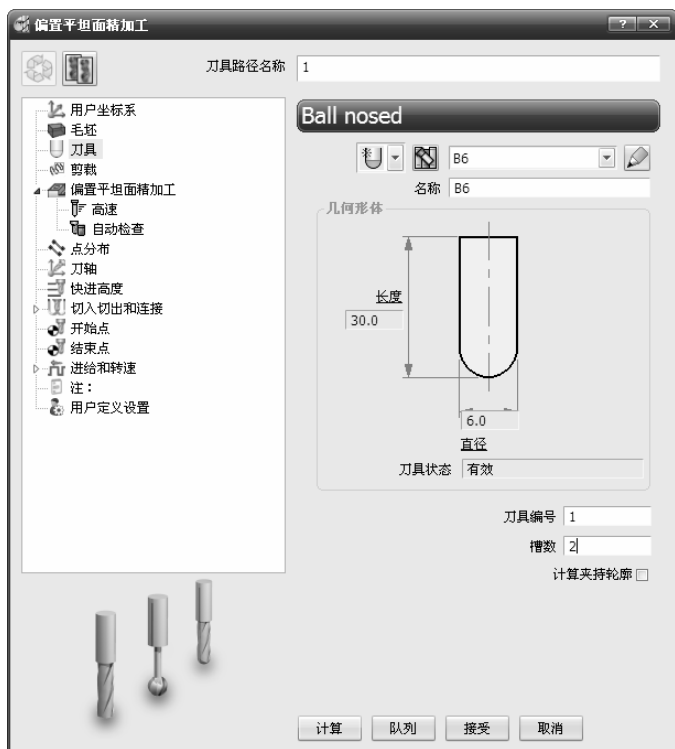

图 2-136 “偏置平坦面精加工”对话框
6) 单击主工具栏上的“刀具路径策略”按钮，弹出“策略选取器”对话框，单击“精加工”选项卡，选中“偏置平坦面精加工”选项，单击“接受”按钮，弹出“偏置平坦面精加工”对话框，如图 2-136 所示。